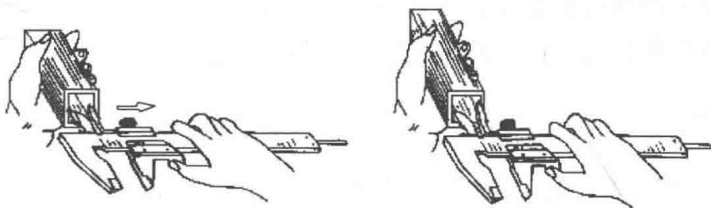

图 1-16 用游标卡尺测量内尺寸
4) 工件内尺寸的测量如图 1-16 所示，具体步骤如下。
① 将卡尺的内量爪张开到比被测尺寸稍小的位置。
② 将卡尺的固定测量爪靠在工件的孔或沟槽侧壁上，然后慢慢拉动尺框，使活动测量爪沿着直径方向轻轻接触到被测孔或沟槽的侧壁。
③ 慢慢游动活动测量爪，找出最大尺寸部位。
④ 拧紧紧固螺钉，读出数值。